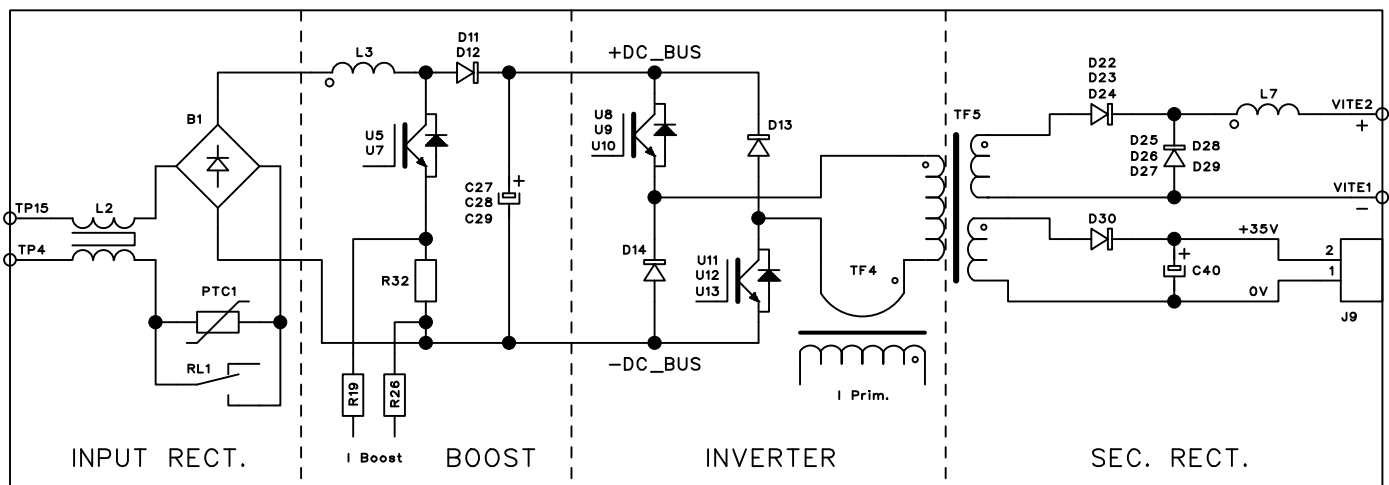

Fig. 2.3.1
Più precisamente nella scheda potenza (45) si possono identificare (Fig. 2.3.1):
- l'inverter ad igbt, che genera la tensione alternata ad onda quadra per il trasformatore di potenza TF5, montato anch'esso sulla scheda potenza (45);